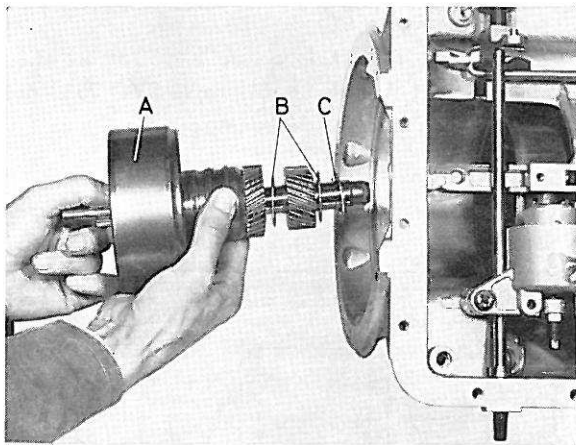

Figure 70. Montage de l'embrayage arrière
16. Monter la butée à aiguilles arrière et poser ensuite l'embrayage dans la boîte de vitesses, figure 70.